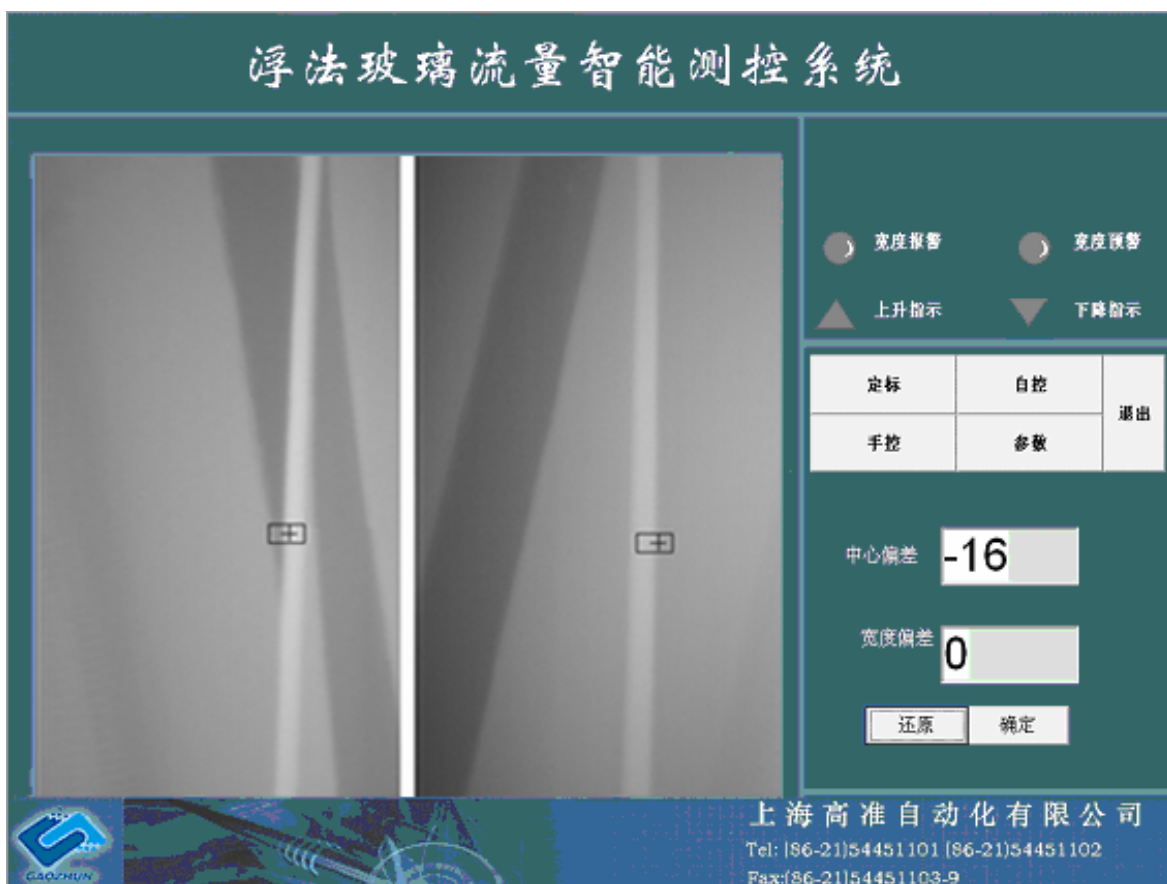

图8 放大界面
5. 当工作人员离计算机屏幕较远时，可以用鼠标左键单击“放大”按钮，此时进入放大界面，如图8所示：